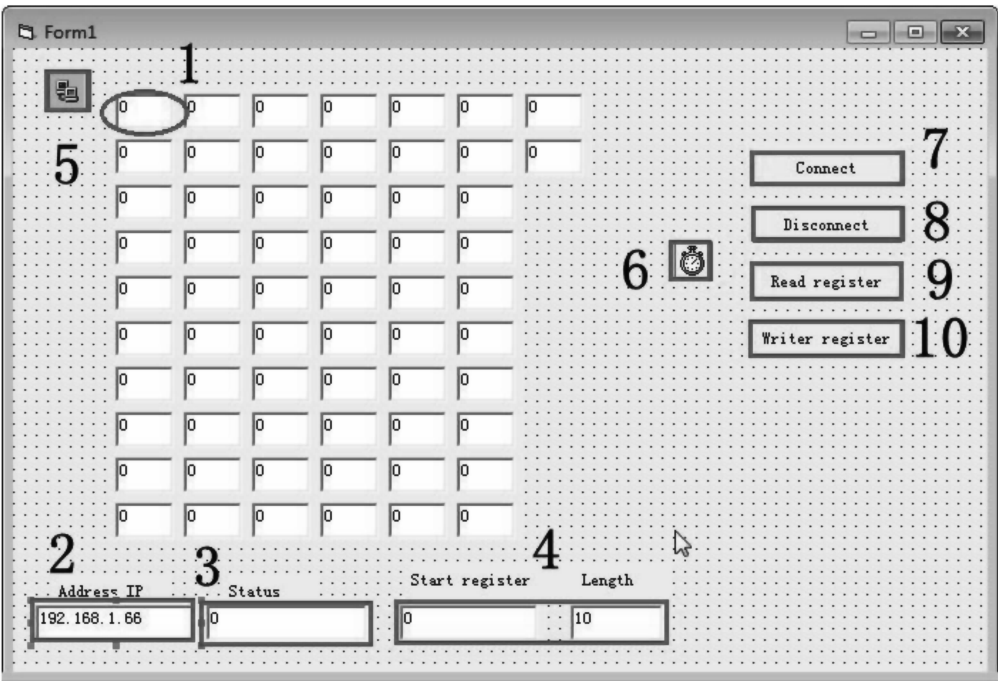

图 9-42 新建一个 Form 程序
- 2) 新建一个 Form 程序，如图 9-42 所示。
- ①添加 text 控件 1 作为数据显示。
- ②添加 text 控件 2 作为 IP 地址输入框。
- ③添加 text 控件 3 作为连接状态的指示，其中绿色的连接正常，红色为连接故障。
- ④添加 text 控件 4 作为 Modbus 地址起始地址和数据长度。
- ⑤添加 winsock 控件 5 (TCP 通信)，属性 RemoteHost = “192.168.1.66”，属性 RemotePort = “502”。
- ⑥添加 timer 控件 6 为间隔轮询时间。
- ⑦添加 button 控件 8 为中断 Modbus TCP 连接按钮。
- ⑧添加 button 控件 9 为读取 Modbus 数据按钮。
- ⑨添加 button 控件 10 为回写 Modbus 数据按钮。
- ⑩添加 button 控件 7 为连接 Modbus TCP 连接按钮。